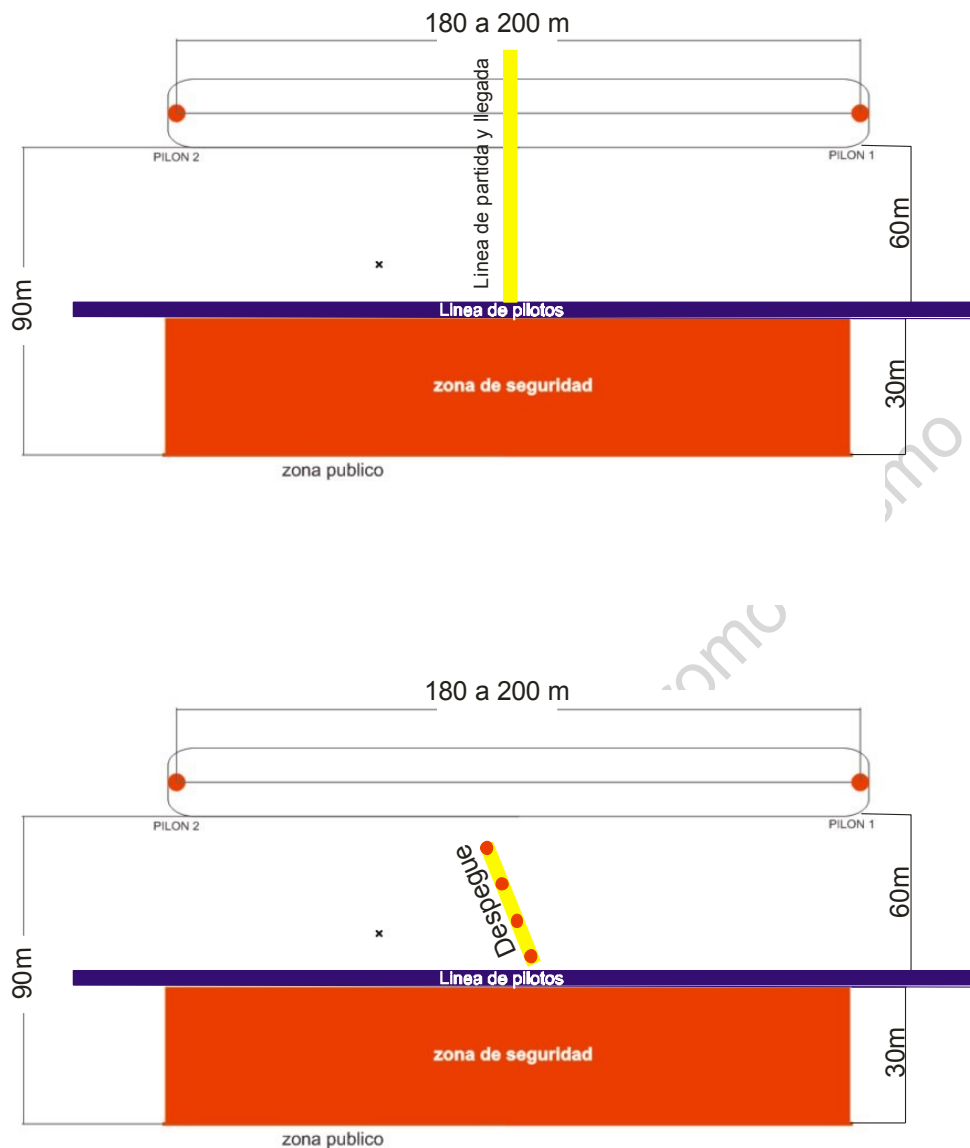

Figura 6
- **Línea de partida y llegada:** Es una perpendicular a los pilones 1 y 2 a 100mts de distancia de éstos x 40 metros de largo. (Ver Figura 6). Sobre esta se contabilizan las vueltas.